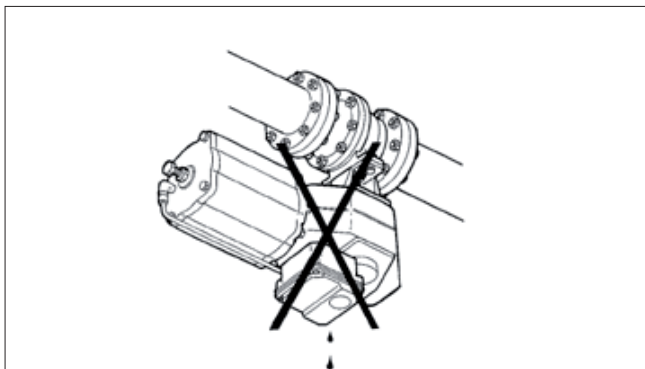

Figure 6. Position d'installation à éviter
7. Il est déconseillé d'installer la vanne avec la tige en dessous, car les impuretés dans la tuyauterie risquent de pénétrer dans la cavité du corps et d'endommager la garniture de la tige (**voir Figure 6**).